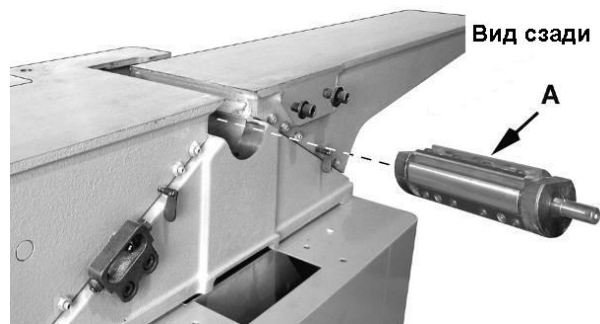

Рисунок 48
11. Осторожно снимите строгальный вал (А, рисунок 48).